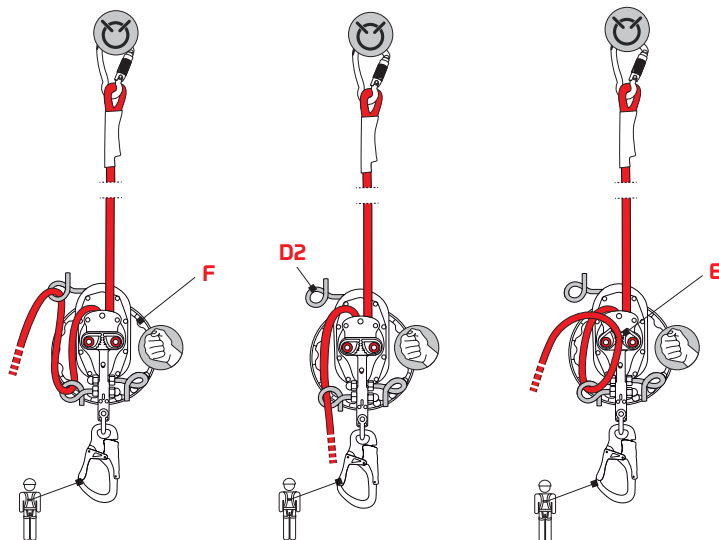

Fig.10
- f) relâcher le volant (F),
- i) en maintenant fermement le volant (F), ôter la corde de l'œillet en « queue de cochon » (D2) et l'introduire dans la gâchette (E) - fig. 10,